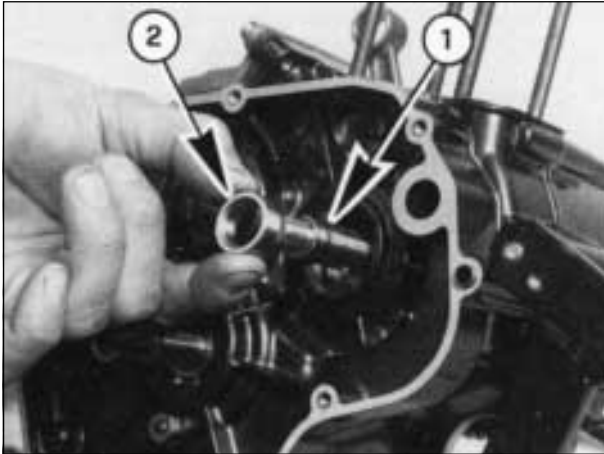
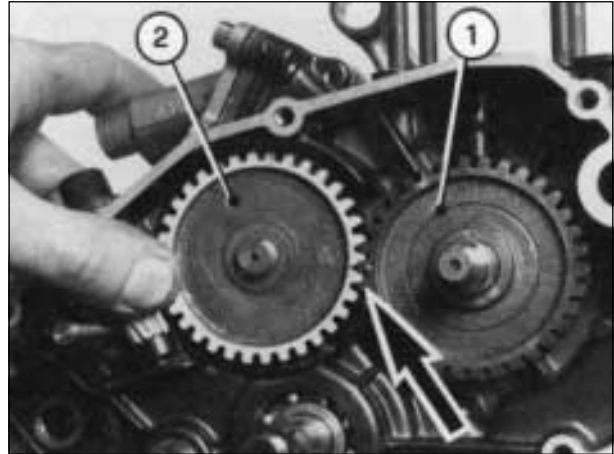

Fig. 45
Fig. 46
- 12) MONTARE sull'albero dell'imbiellaggio nell'ordine: l'anello OR (1-Fig. 45), il distanziale (2-Fig. 45), la chiavetta, l'ingranaggio conduttore contralbero (1-Fig. 46), il pignone motore e il dado bloccandolo con coppia di serraggio $6,7 \div 7,5$ kgm. Montare sul contralbero la chiavetta e l'ingranaggio condotto (2-Fig. 46) facendo attenzione di fare coincidere le tacche di riferimento sui due ingranaggi (Fig. 46). Utilizzando la chiave di fermo volano magnete, bloccare quindi il dado con $4,5 \div 5$ kgm, montare poi l'ingranaggio contagiri.
- 12) FIT the following pieces on the crankshaft (left) in this order: o-ring (1-Fig. 45), the collar (2-Fig. 45), the key, countershaft drive gear (1-Fig. 46), primary drive gear and nut (locking it with a torque of $6,5 \div 7,5$ kgm). Fit the key and the balance gear on the countershaft (2-Fig. 46) being sure to match up the reference marks on the two gears (Fig. 46) and using the magneto flywheel locking wrench.